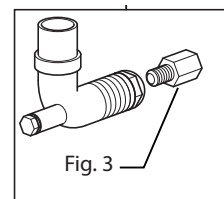

Fig. 3
- Dévisser l'injecteur de son emplacement (Fig. 3).
- Dévisser le thermocouple du pilote (Fig. 3/A)
- Débrancher le câble de haute tension de la bougie (Fig. 3/B)
- Dévisser l'écrou (Fig. 3/C)
- Débrancher le câble de haute tension (Fig. 3/B)
- Débrancher le câble de l'allumeur piézoélectrique (Fig. 3/D)